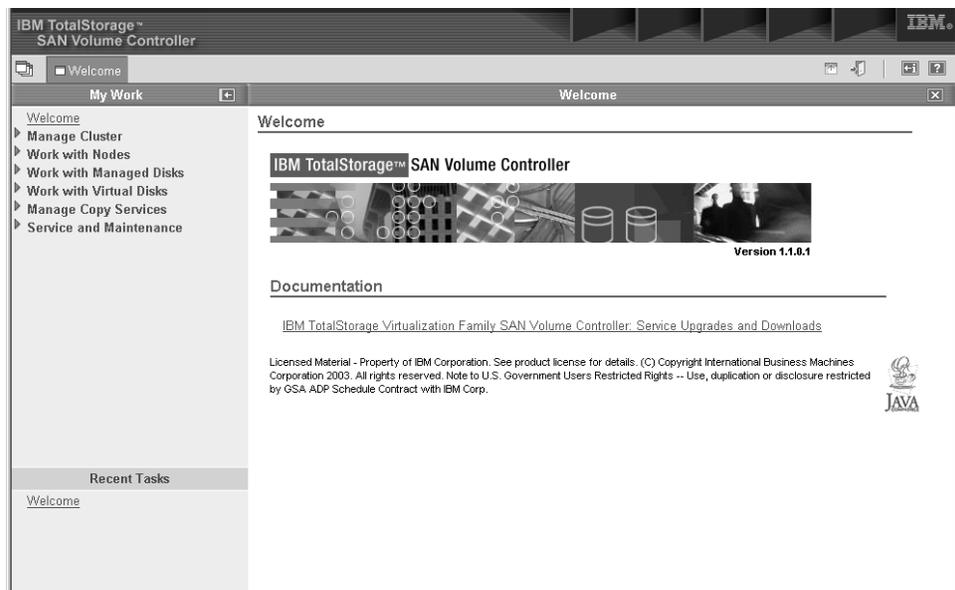

図 23. SAN ボリューム・コントローラー・コンソール「ようこそ」パネル
5. 「進む」をクリックすると、新しいウィンドウに「ようこそ」パネルが表示されます。図 23を参照。